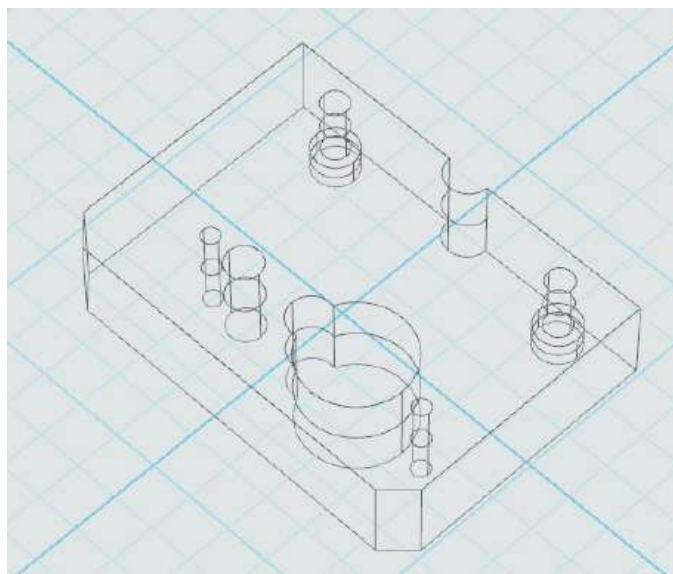

图 13-17
6.完成草图绘制后,点击草图选择拉伸减运算,高度为 10。完成后如图 13-17 所示。